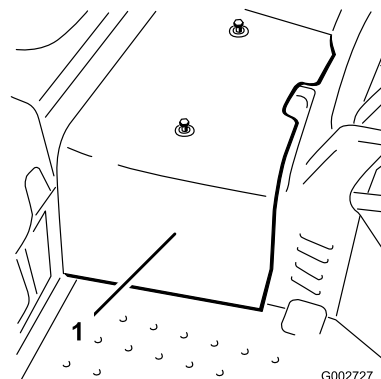

図 41
2. センターシュラウドを機体に止め付けているねじ2本を外してシュラウドを機体から取り外す (図 41)。